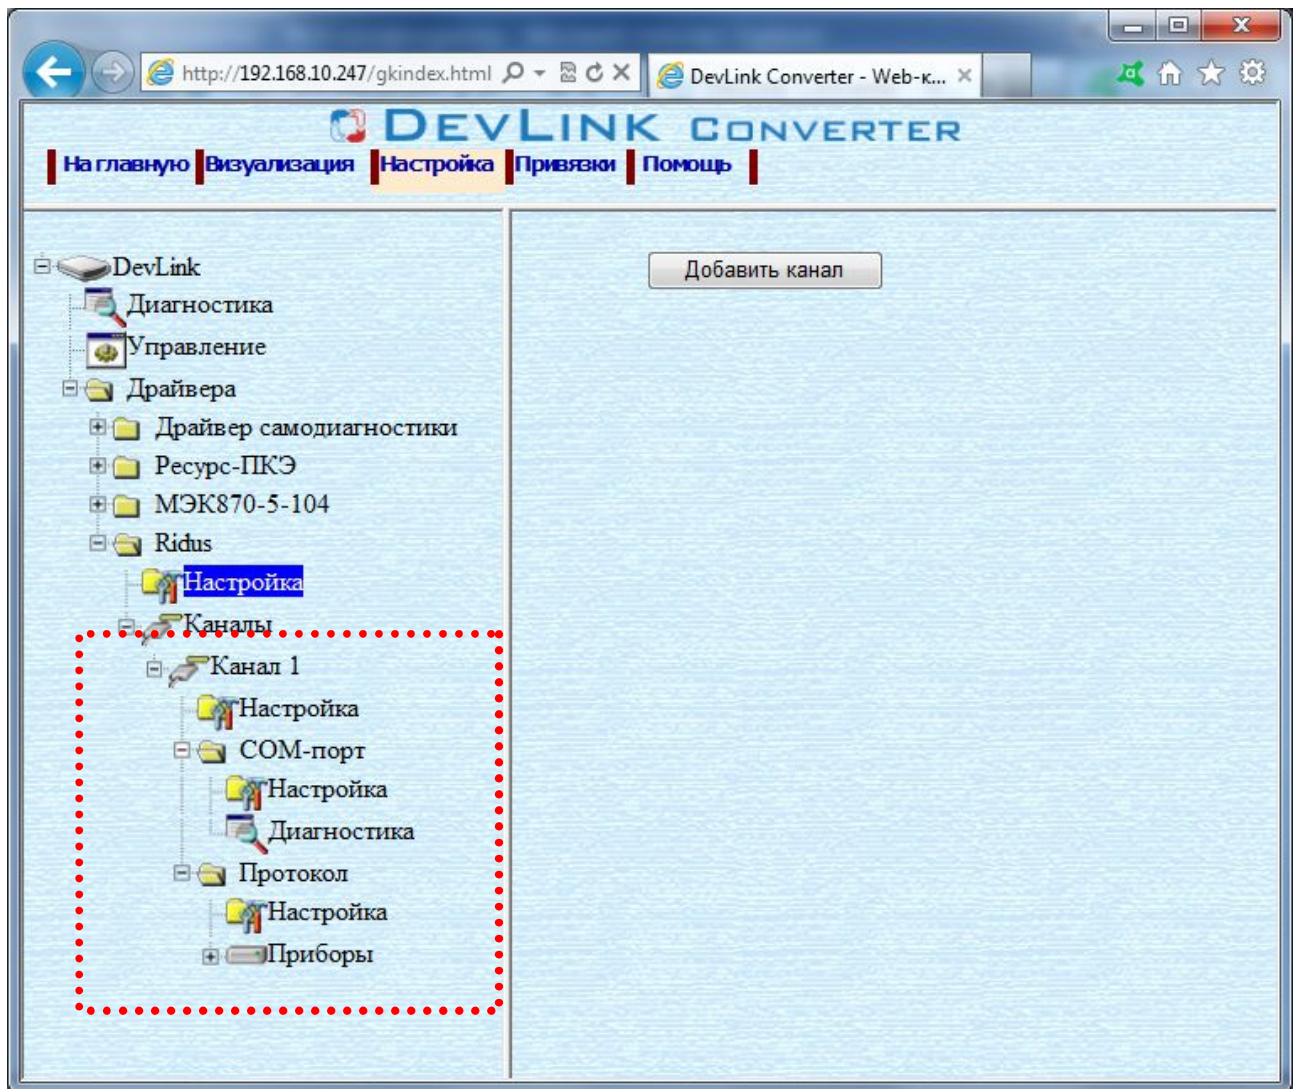

Рисунок 3.3 – Поддерево нового канала драйвера
- 3 Нажать на кнопку **Добавить канал**. В результате будет произведено добавление канала. Дерево объектов будет обновлено. Папка **Каналы** драйвера должна содержать поддерево, относящееся к новому каналу (рисунок 3.3).